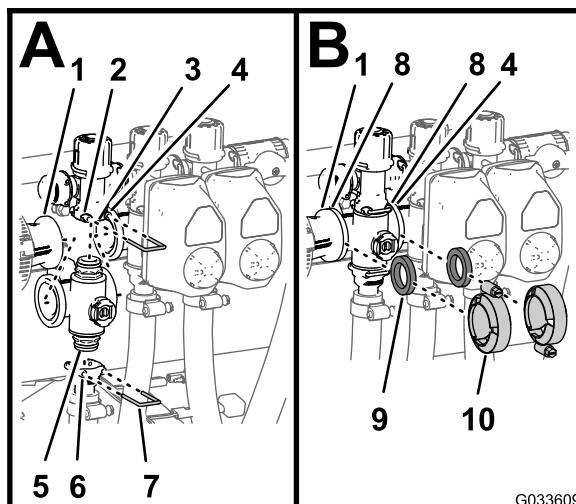

Bild 131
- Stecken Sie einen Halter in die Buchse des Anschlussstückes des Sicherheitsventils, um das Endkappen-Anschlussstück am Anschlussstück des Sicherheitsventils zu befestigen (Bild 131 A).
- Montieren Sie das Auslaufanschlussstück am unteren Endkappen-Anschlussstück des Verteilerventils (Bild 131 A).
- Stecken Sie einen Halter in die Buchse des Auslauf-Anschlussstücks, um das Endkappen-Anschlussstück am Auslaufanschlussstück zu befestigen (Bild 131 A).
- Fluchten Sie eine Dichtung zwischen den Flanschen der Reduzierkupplung und dem Abschnittsventilverteiler aus (Bild 131 B).
- Montieren Sie die Reduzierkupplung, die Dichtung und den Abschnittsventilverteiler mit einer Klemme und ziehen sie mit der Hand an (Bild 131 B).
- Setzen Sie das obere Endkappen-Anschlussstück des Verteilerventils in das Anschlussstück des Sicherheitsventils ein (Bild 131 A).
- den Flanschen der zwei danebenliegenden Abschnittventilverteiler aus (Bild 131 B).
8. Montieren Sie die zwei benachbarten Abschnittventilverteiler und die Dichtung mit einer Klemme und ziehen sie mit der Hand an (Bild 131 B).